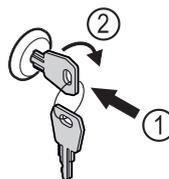

Fig. 167
- ▶ Zatlačte kľúč Fig. 167 (1).
- ▶ Otočte kľúč o 90° v smere hodinových ručičiek Fig. 167 (2).